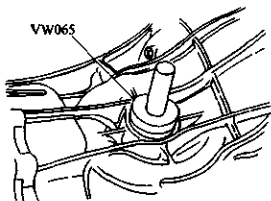

图 3-133 安装油封
22) 将油封装在主减速盖和变速器壳体上, 如图 3-133 所示。